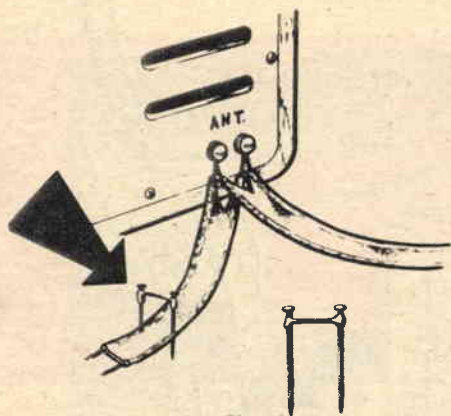

Fig. 6
**Fig. 6 -** Applicando uno spezzone di piattina cortocircuitato all'estremità, sulla lunghezza indicata nella tabella 1, potremo eliminare nel televisore riflessioni dovute a disadattamento d'impedenza, ottenendo altresì un rafforzamento del segnale VIDEO.
sere quello dell'aggiunta, all'entrata d'antenna del televisore, di uno spezzone di cavo schermato o di piattina a seconda che la discesa sia effettuata in cavo o in piattina come si vede nelle figure 6 e 7.
Ricordiamo che lo spezzone di piattina o di cavo va applicato direttamente nel gruppo AF del televisore, là dove termina il collegamento della discesa e non sulle prese esternamente al mobile, come è indicato, soltanto per chiarezza, nelle figure 6 e 7, perchè appunto, quasi sempre tra le prese esterne di antenna e il gruppo AF del televisore vi è ancora uno spezzone di piattina in funzione di collegamento.